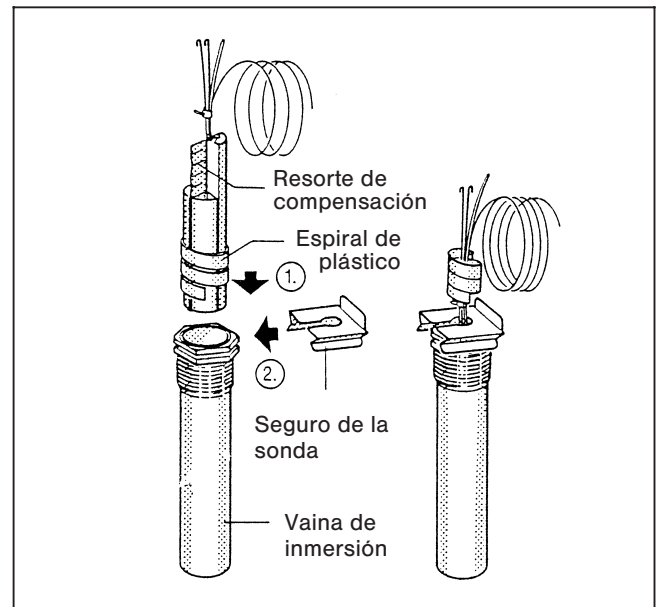

Fig. 8 – Representación esquemática
- La espiral de plástico – destinada a sujetar las sondas – retrocede automáticamente durante la introducción (fig. 8).
Para garantizar el contacto entre la vaina de inmersión y las superficies de sondas y por lo tanto, para establecer una transmisión segura de la temperatura, el resorte de compensación debe ser insertado entre las sondas (fig. 8).
- Oprimir el seguro de sonda desde el lado o desde arriba en la cabeza de la vaina de inmersión (fig. 8).